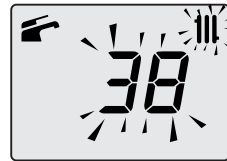

Figura 2.7
- el valor de "consigna" de la temperatura del agua caliente de impulsión de la calefacción y el símbolo III parpadean. El fondo del display aparece iluminado (Figura 2.7).
- el valor de "consigna" del agua caliente sanitaria y el símbolo  parpadean. El fondo del display aparece iluminado (Figura 2.7).